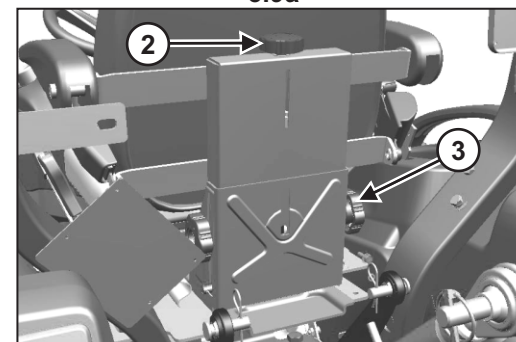

Fig 3.9b
- Utilize o botão (2, fig. 3.9b) para ajustar a suspensão.
- Utilize o botão (3, fig. 3.9b) para regular verticalmente a altura do banco.